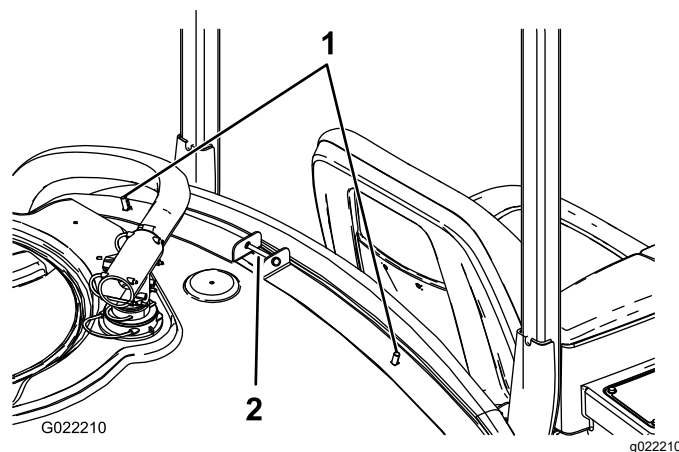

Figura 1
2. Instale dois parafusos de carroçaria nos furos interiores superiores na frente das correias do depósito (Figura 1).